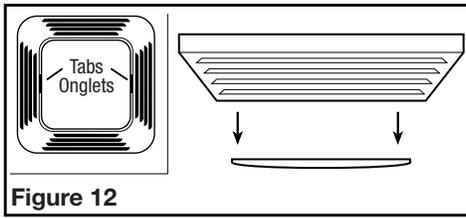

Figure 12
- Changing the Light Bulb:** Disconnect power to the unit. Remove the light lens by squeezing at the tabs and pulling down (Figure 12). Remove light bulb and refer to instructions in Section 6 *Completing the Installation*, to complete the light bulb change and installation of light lens.
- Remplacement de l'ampoule :** débrancher l'alimentation de l'unité. Enlever la lentille de la lumière en pressant sur les onglets et en la tirant vers le bas (Figure 12). Enlever l'ampoule et vous référer aux instructions de la Section 6 - *Complétion de l'installation* pour compléter le remplacement de l'ampoule et l'installation de lentille de la lumière.